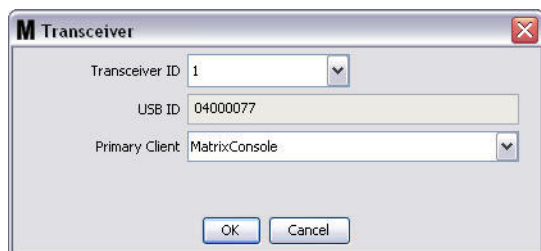

FIG. 88
3. L'écran "Modify" (Modifier) illustré dans la FIG. 88 s'affiche. Dans cet écran, vous pouvez modifier l'identification de l'émetteur-récepteur attribuée à ce dernier et lui attribuer un client primaire. Bien que l'identification de l'USB soit listée dans cet écran, il ne s'agit pas d'un champ modifiable. Elle est fournie à titre d'informations uniquement.